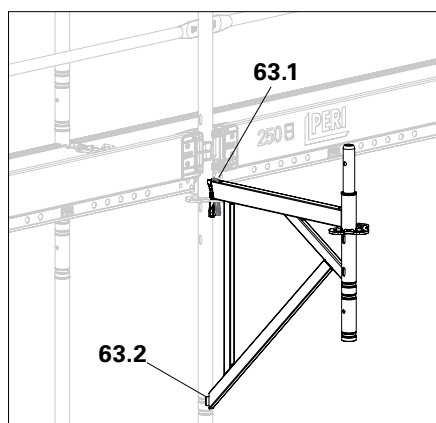

Abb. A6.04b
- Konsole ist montiert. (Abb. A6.04b)